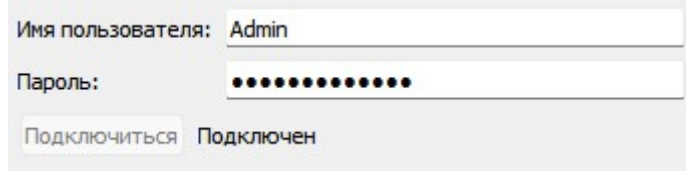

Рис. 2 Успешное подключение
2.5. В поле «Имя пользователя:» введите «Admin», только пользователь с ролью Администратора обладает правами за запись/обновление ВПО. В поле «Пароль:» введите пароль. Пароль по умолчанию: «AdminAdmin01!». Нажмите кнопку «Подключиться». В случае удачного подключения, напротив кнопки «Подключиться» будет отображена надпись: «Подключен», а сама кнопка станет неактивной (Рис. 2).